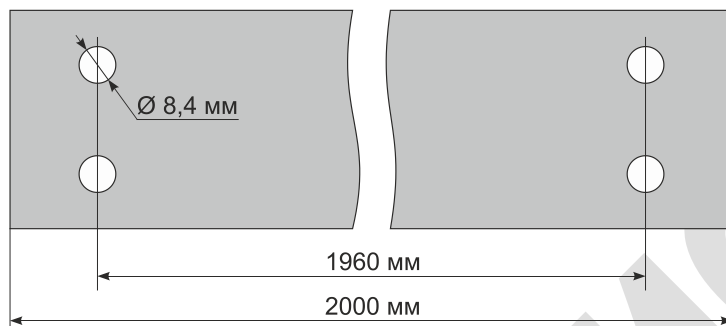

Рисунок 3 – Полоса заземления
1.2.14 По требованию заказчика КИП с УЗЗ могут комплектоваться горизонтальным заземлением. Горизонтальное заземление собирается из стальных оцинкованных полос 5x50 мм длиной 2,0 м (рисунок 3). На концах полос имеются отверстия, межосевое расстояние 1,96 м. Между собой полосы соединяются болтовым соединением (М8). Заземление подключается к УЗЗ кабелем из комплекта поставки заземления (ВБШнг2x10 или аналогичный длиной 7 м с наконечниками 10-8-5-М-Т2). Расчет длины горизонтального заземления (количества полос) приведен в приложении А.